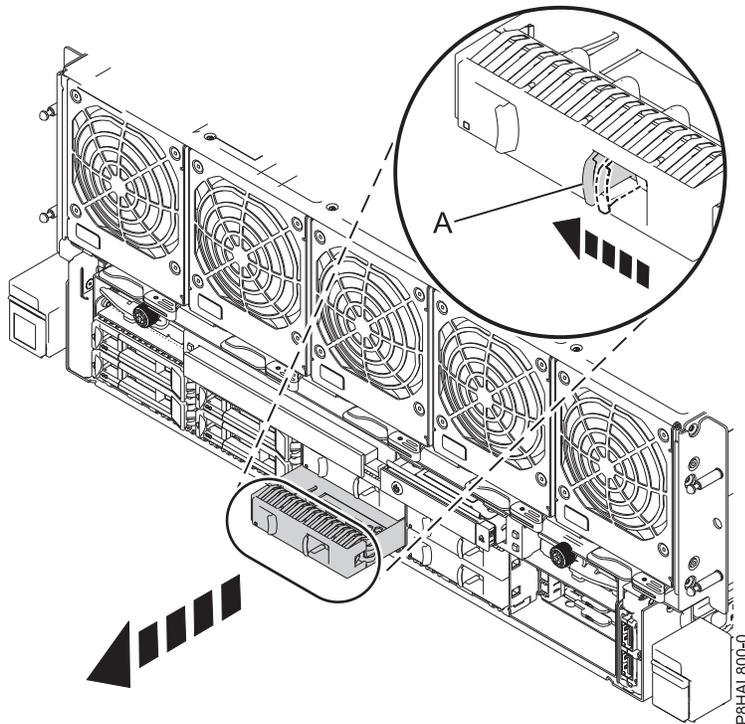

Figura 12. Remover um enchimento de uma unidade de disco de um sistema de 8408-44E ou 8408-E8E
- a. Empurre o trinco (**A**) na pega do enchimento na direcção demonstrada em Figura 12 na página 21.